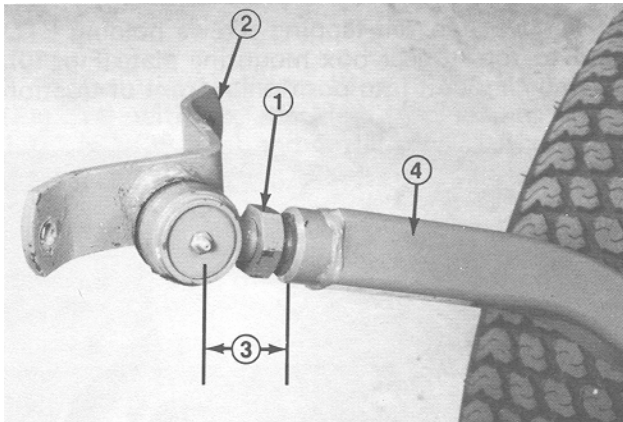
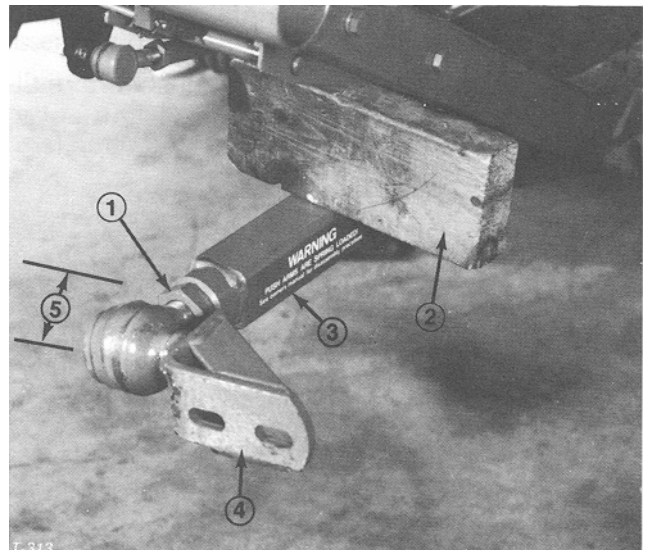

Bild 9
Bild 10
2. Drehen Sie das Kugelgelenk in den rechten Schubarm, bis die Mitte des Kugelgelenkes 60 mm von der Vorderseite des Schubarms entfernt ist (Bild 9). Ziehen Sie die Klemmmutter nicht an.
3. Ein Helfer sollte den linken Schubarm nach unten drücken. Setzen Sie dann einen 51 x 102 mm Holzblock zwischen den Rahmen und die Oberkante des Schubarms (Bild 9). Drehen Sie das Kugelgelenk in den linken Schubarm, bis die Mitte des Kugelgelenkes 60 mm von der Vorderseite des Schubarms entfernt ist (Bild 10). Ziehen Sie die Klemmmutter nicht an.